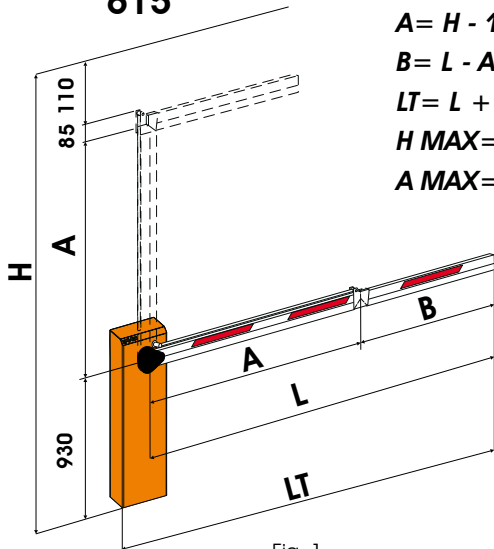

Fig. 1
- 1) Calculer les longueurs exactes des deux parties A et B de la lisse, comme indiqué dans les figs. 1 ou 2.
- 1) Die Länge der beiden Teile A und B, wie in Abb. 1 oder 2 veranschaulicht, berechnen.
- 1) Bereken de lengte van de twee delen A en B zoals in fig. 1 of 2.